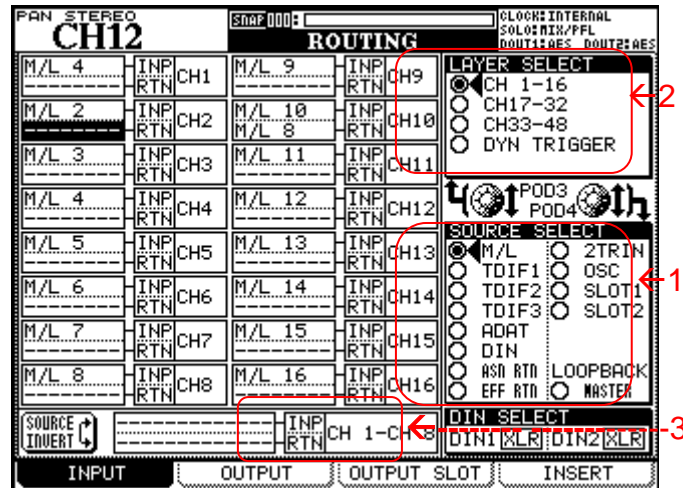

Figura 3.11 Ruteo de entradas
- 1 Elija el grupo fuente con el codificador POD 4. Las fuentes de entrada son las siguientes, como puede ver en la parte inferior derecha de la pantalla (sección 1 de la figura 3.11) :
- 2 Elegir el estrato de destino de esas fuentes de entrada por medio del codificador POD 3 (sección 2 de la figura 3.11). Escoja entre: